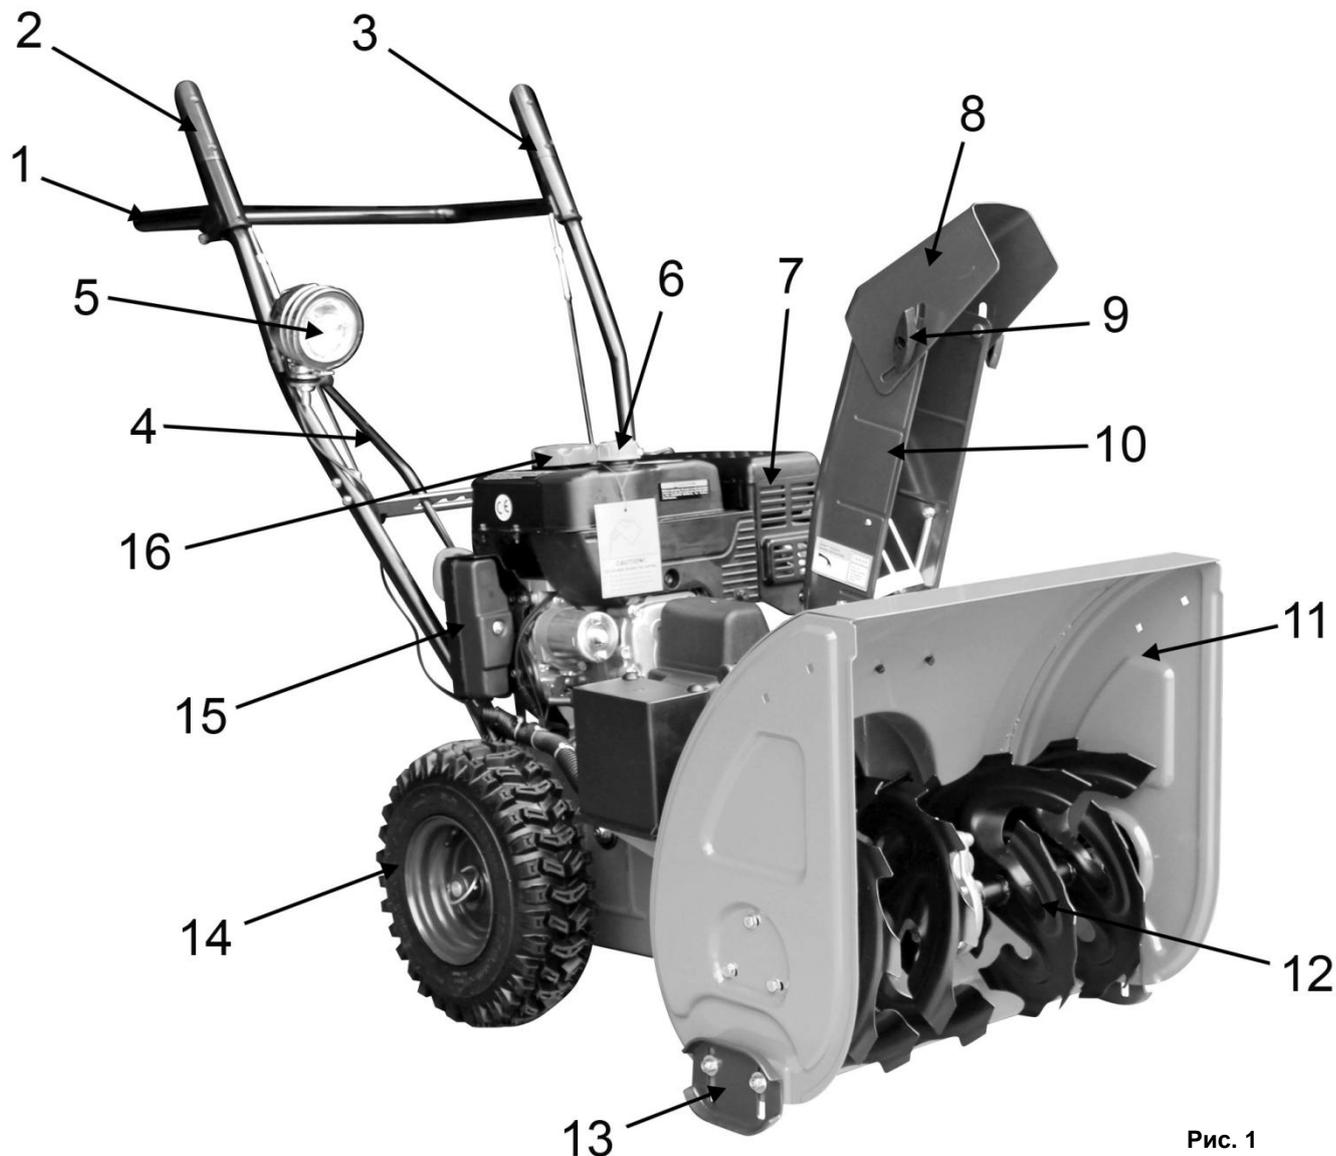

Рис. 1
- Снегоуборщик вращением лопастей шнека (12)(См. Рис.1) убирает снежный покров с ровных площадей, и через снегоотвод (10) выбрасывает его в выбранную сторону.
- Шнек (12)(См. Рис.1) - винтовой механизм в виде стержня с наклонными лопастями, приводимый в действие двигателем. Шнек захватывает, и транспортирует снежную массу внутрь снегоуборщика на вращающуюся крыльчатку (импеллер), далее снежная масса выбрасывается в необходимую сторону (влево или вправо), через поворачиваемый желоб (снегоотвод).
- Снегозаборник (11)(См. Рис.1) служит для захвата снега и направления его потока в рабочую зону снегоуборщика (на шнек).
- Фара (5)(См. Рис.1) служит для освещения рабочей зоны в условиях недостаточной видимости.
Рычаг привода колес (2)(См. Рис.1)
- При нажатии рычага привода колес (2), включается система привода, и снегоуборщик начинает движение.
- При отпускании рычага привода колес (2), привод отключается, и снегоуборщик прекращает движение.
Рычаг привода шнека (3)(См. Рис.1)
- При нажатии рычага привода шнека (3), включается система привода, и лопасти шнека (12)(См. Рис.1) начинают вращение.
Рычаг переключения скоростей (4)(См. Рис.1)
- Для изменения скорости и направления движения: остановите снегоуборщик и вращение шнека, переведите рычаг (4)(См. Рис.1) в соответствующее выбранному режиму движения положение.
- Установите желоб снегоотвода (10)(См. Рис.1) на выпускной канал импеллера.
- Установить в отверстие на рычаге управления (2; 3)(См. Рис.1) верхний Z-образный конец троса (22)(См. Рис.5).
- Установите/замените ограничительные башмаки (13) (См. Рис.1; 7) с каждой стороны снегозаборника.
- Рычаги приводов колес и шнека (2) и (3) должны прижиматься к рукояткам руля управления (1) (См. Рис.1) без чрезмерных усилий.